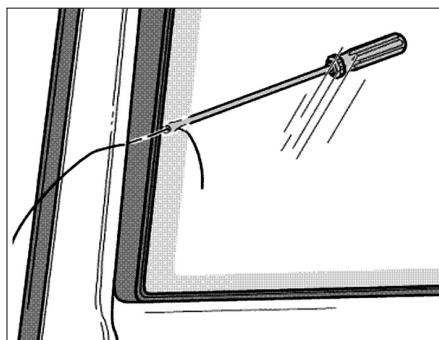
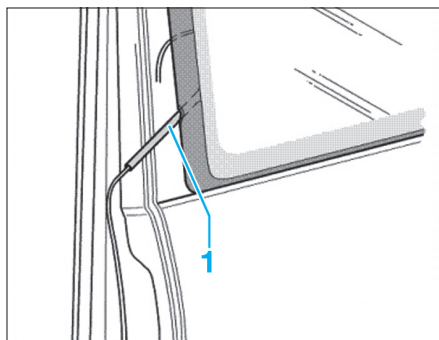

FIG. 4
FIG. 5
- Insérer le fil à couper comme illustré (Fig.4) et (Fig.5).